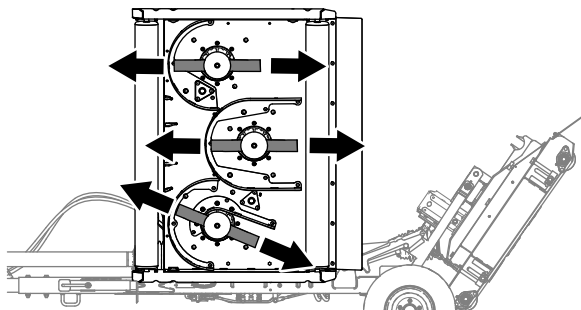

Figure 70
1. Orientez la lame comme montré à la Figure 70.